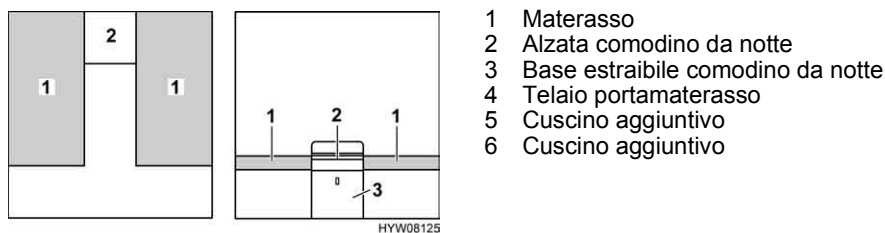

Fig. 77 Prima della trasformazione
- Rimuovere l'alzata del comodino da notte (Fig. 77,2) e metterla da parte.